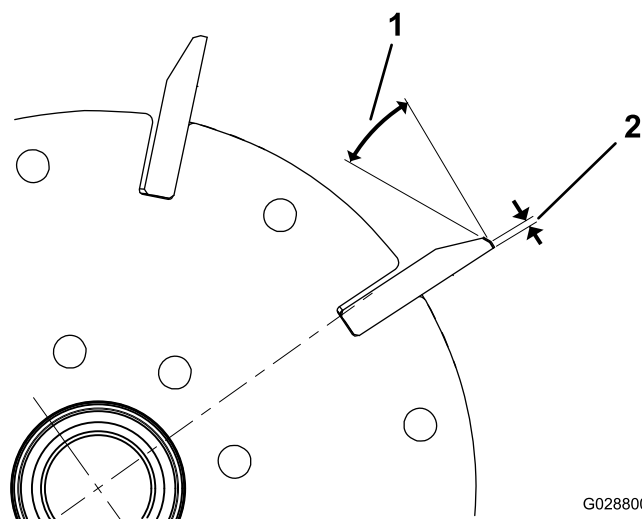
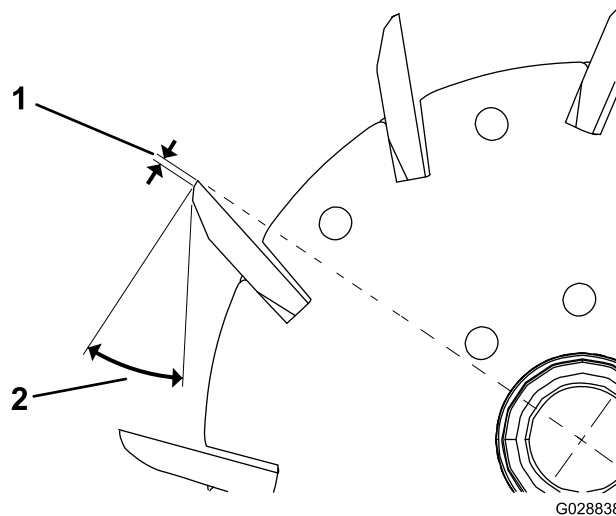

Figure 23
Figure 24
1. Créez un angle de dépouille de 30 degrés sur toutes les lames du cylindre jusqu'à obtention d'une facette de 1,3 mm de largeur (Figure 23 et Figure 24).